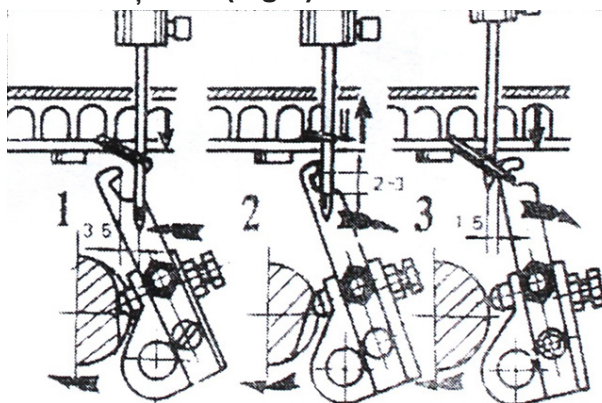

Fig.6
4.5. POZIȚIA ADECVATĂ A ACULUI ȘI CROȘETEI (FIG.6)
- Când acul coboară în poziția sa cea mai joasă, distanța dintre axa sa și vârful croșetei va fi de aproximativ 3,5 mm. (Fig.6, poz.1);
crestăturii din ac cu o deschidere de cel mult 0,20 mm, în timp ce distanța dintre partea inferioară a vârfului croșetei și partea superioară a ochiului de ac va fi de 2 ~ 3mm. De asemenea, între vârful croșetei și suprafețele inferioare ale acului va fi 2 ~ 3mm (Fig.6, poz.2);
- Când croșeta preia o buclă de fir, ajunge în partea dreaptă a acului iar acesta coboară și trece prin bucla. În aceasta poziție relativă, distanța dintre partea din spate a croșetei și axa acului va fi de 1,5 mm (Fig.6, poz.3).